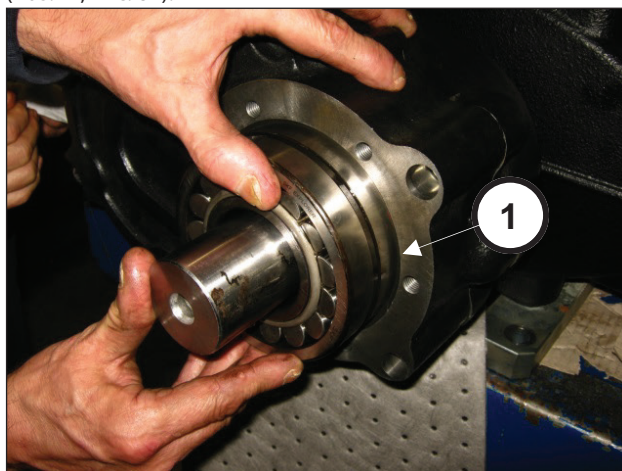

Рис. 87
Установите подшипник 55x120x43 на ведущую шестерню (поз. ①, Рис. 87).